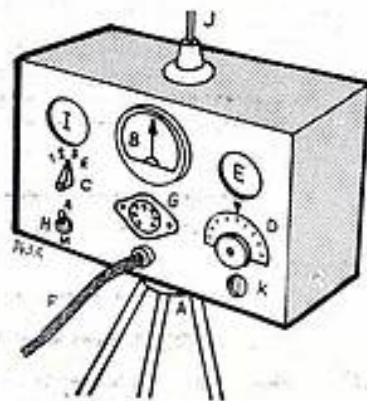

FIG. 1.
Le boîtier formant l'émetteur (fig. 1), est en aluminium de 12/10, de forme rectangulaire, de 20 cm de long sur 12 cm de hauteur et 12 cm de largeur. Sur le fond est fixé un écrou soudé sur une plaquette (A) en fer de 4x4 cm qui est elle-même fixée par 4 petites vis de 3 mm. Cet écrou s'adapte sur un pied d'appareil photographique et ce système est très pratique sur le terrain, car il permet d'avoir l'émetteur à hauteur des mains. Les côtés et le fond sont fixés par des vis Parker, ce qui permet un démontage facile pour une réparation éventuelle de la partie radioélectrique. Sur le panneau avant se trouve un microampèremètre (B). Cet appareil n'est pas indispensable, mais il est utile, un contacteur (C) permet les contrôles suivants :